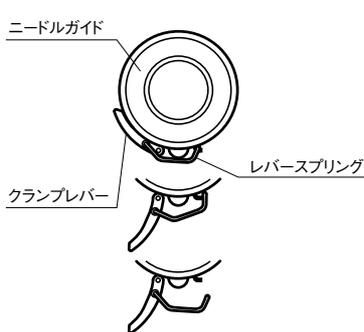
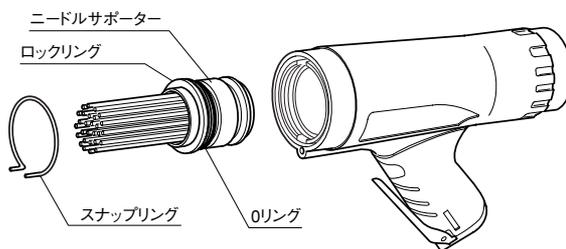

図7
図8
5-3.ニードルの交換方法 (図7、図8)
- (1) ニードルガイドを取りはずします。まずクランプレバーを引き起こし、レバースプリングをフックからはずします。次にニードルガイドを本体から引き抜いてください。(図7)
- (2) スナップリングのツノ部をつまんでスナップリングを取りはずします。(図8)
- (3) ニードルを引っ張るとニードルサポーターと他の部品が一緒にはずれます。(図8)